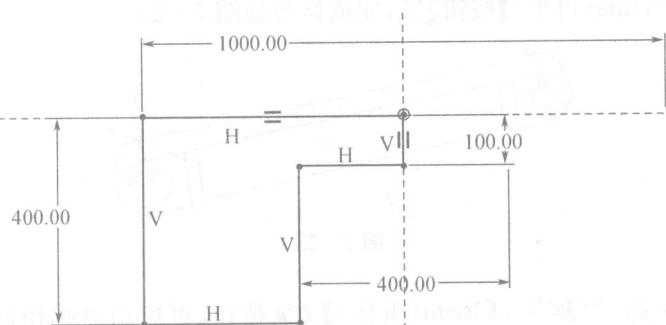

图 7-25
① 点击拉伸按钮 →【Placement(放置)】→【Define(定义)】→点选 TOP 作为草图平面→【Sketch(草绘)】进入草绘环境→点击 ,关闭平面的显示→绘制如图 7-25 所示的草图。